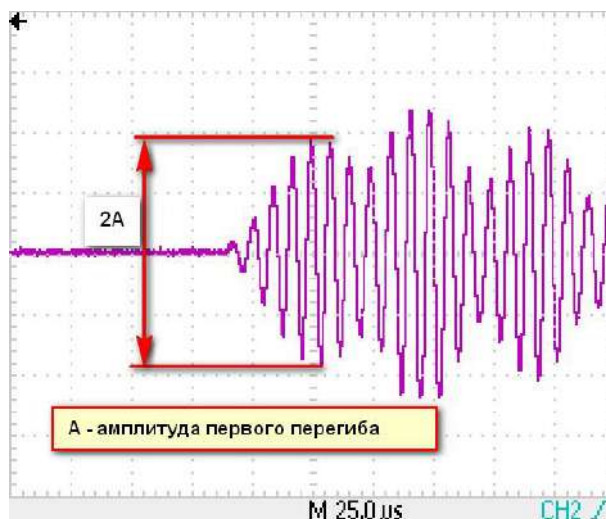

Рисунок 1.5 – Сигнал с выхода предварительного усилителя
1.2.5.2 Система АРУ обеспечивает поддержание на заданном уровне с заданным допустимым отклонением амплитуды первого перегиба информационного сигнала на выходе предварительного усилителя (Рисунок 1.5).